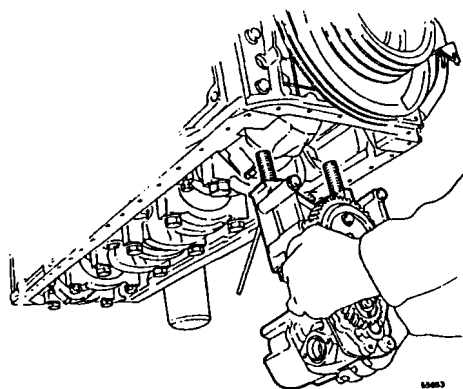
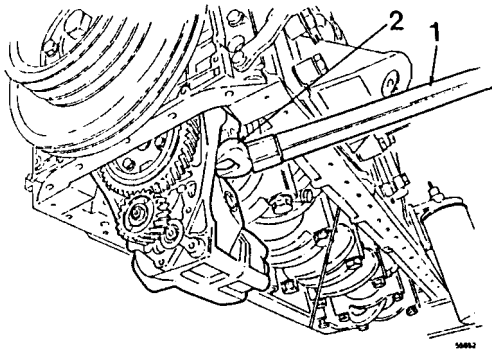

Fig. 198
Fig. 199
- 5 Quitar los tornillos del primer sombrerete de bancada y desmontar la bomba, véase fig. 198. Quitar el casquillo del sombrerete.
- 10 Poner la bomba en su sitio (fig. 198). Apretar los tornillos del sombrerete de bancada según la fig. 199.